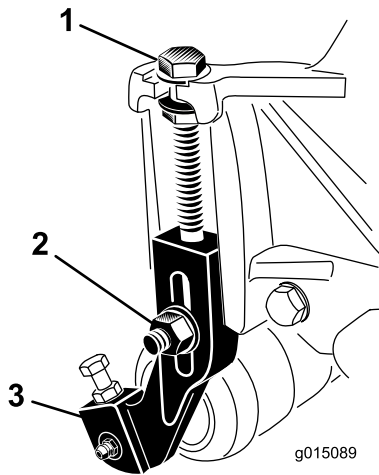

图18
1. 松开将剪草高度臂固定到滚刀组侧板上的锁紧螺母 图18。